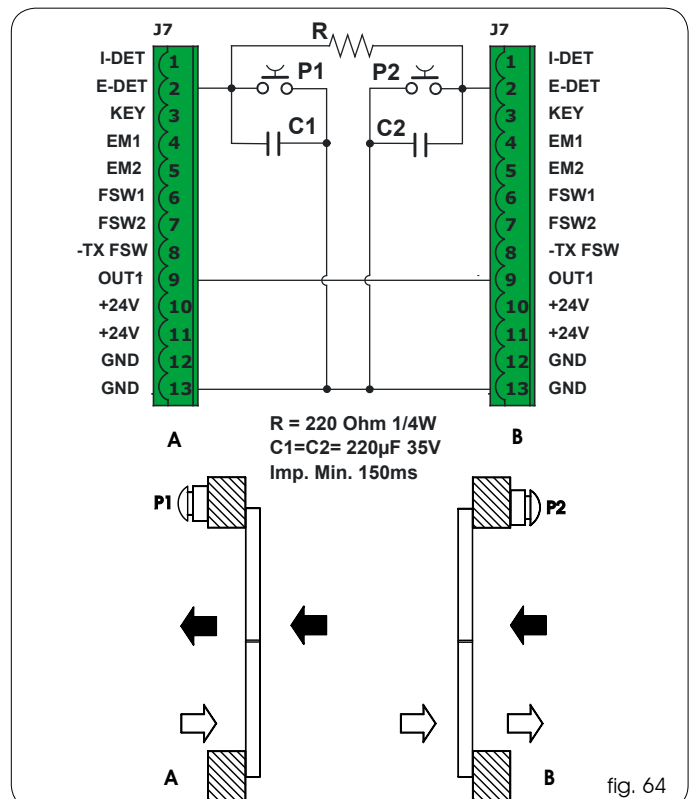

fig. 64
- Eseguire i collegamenti tra le morsettiere J6 delle due schede E140, dei pulsanti e dei componenti elettronici aggiuntivi come da fig. 64 .